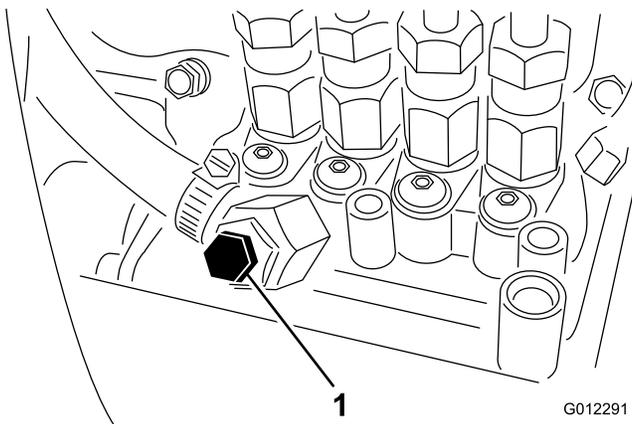

Bild 17
5. Öffnen Sie die Entlüftungsschraube an der Kraftstoffeinspritzpumpe (Bild 17).